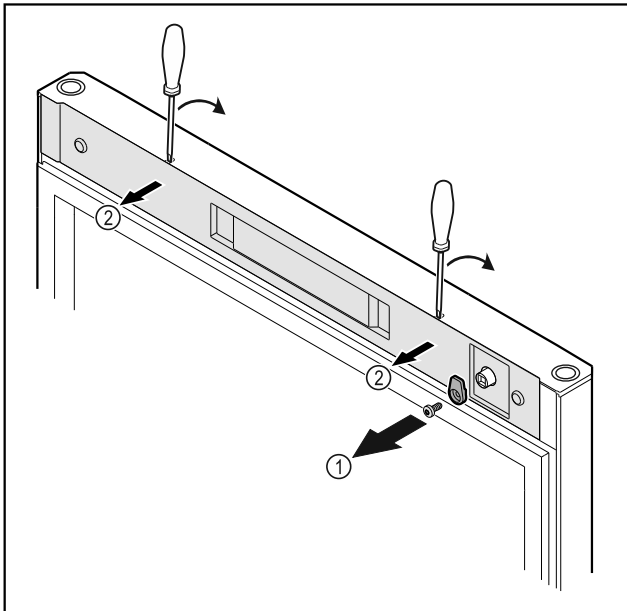

Fig. 22
- ▶ Развийте затварящата кука Fig. 22 (1).
- ▶ Откопчайте капака Fig. 22 (2) с малка отвертка и го свалете.